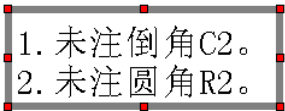
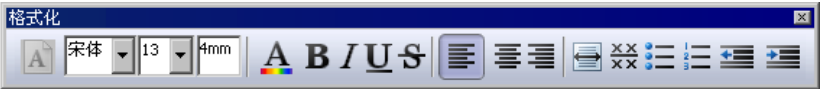

图 6.13.25 创建文本 2
图 6.13.26 “格式化”工具条
Step2. 创建文本 2。在注释文本框中输入图 6.13.25 所示的注释文本，用“格式化”工具条确定文本格式，如图 6.13.26 所示。